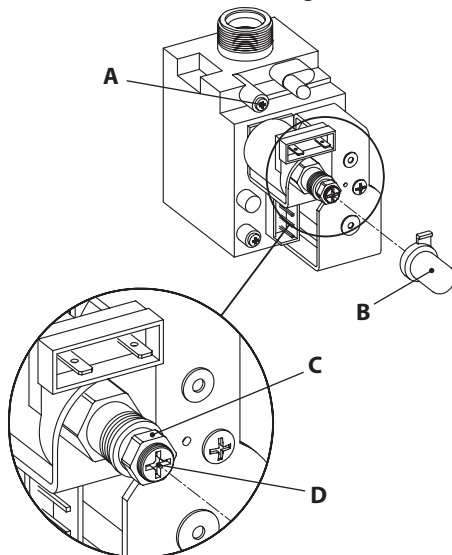

Figura 5.6
1 Inserire la presa del manometro nella presa di pressione (A) della valvola gas allentando la vite (Figura 5.6).
2 Togliere il cappuccio di protezione (B, Figura 5.6).
4 Avvitare a fondo il dado (C, Figura 5.6) fino ad ottenere il valore di pressione gas indicato nella sezione "Dati Tecnici" a pag. 12.
6 Avvitare e/o svitare la vite rossa di regolazione del minimo (D, Figura 5.6) fino ad ottenere il valore di pressione gas indicato nella sezione "Dati Tecnici" a pag. 12.
7 Rimontare il cappuccio di protezione (B, Figura 5.6).
8 Chiudere la vite della presa di pressione della valvola gas (A, Figura 5.6).